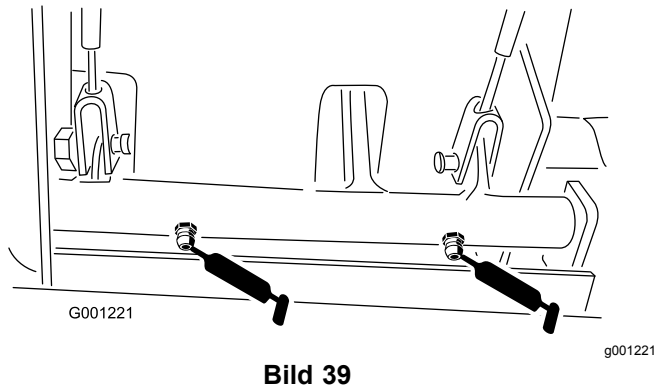

Bild 39
- Bremsdrehbüchsen (Bild 39)
- Bremskabel (am Antriebsrad und Bremspedal) (Bild 39)